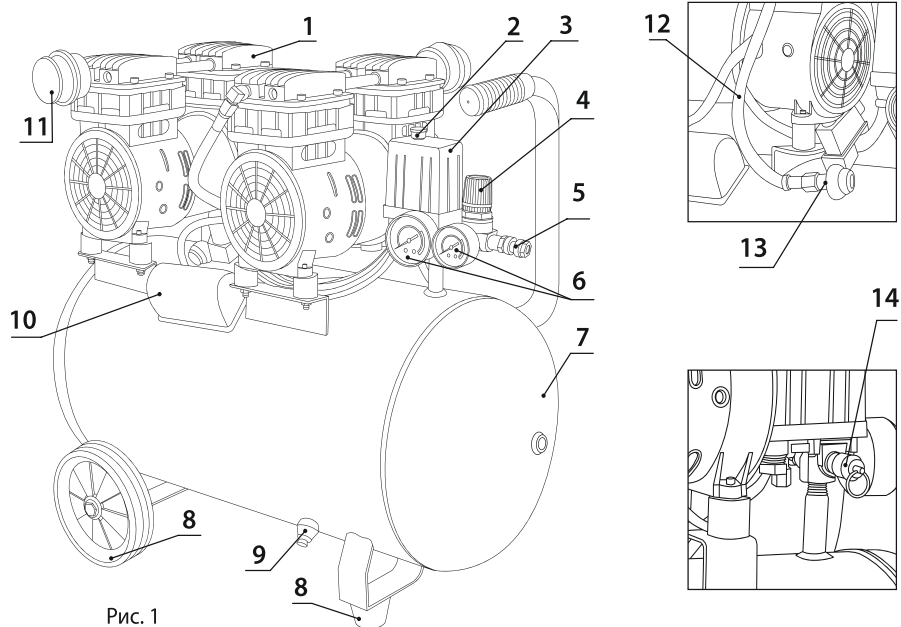

Рис. 1
9. Обеспечьте свободный доступ к выключателю (Рис. 1, п. 2), выходному штуцеру (Рис. 1, п. 5) и сливному клапану (Рис. 1, п. 9). Для обеспечения хорошей вентиляции и эффективного охлаждения необходимо, чтобы компрессор находился на расстоянии не менее 1м от стены.
3. Закройте сливной клапан (Рис. 1, п. 9).
4. Отключите подачу давления, закрутив регулятор давления (Рис. 1, п. 4).
5. Подключите к выходному штуцеру компрессора (Рис. 1, п. 5) пневмошланг с подсоединенным пневматическим инструментом и убедитесь в надежности соединения.
9. Реле давления (Рис. 1, п. 3) автоматически выключит электродвигатель компрессора при достижении максимального давления (Таблица №1) и включит электродвигатель компрессора, когда происходит отбор сжатого воздуха и давление в ресивере упадет ниже установленного значения.
Рабочее давление на выходе может изменяться непосредственно в процессе работы регулятором (Рис. 1, п. 4).